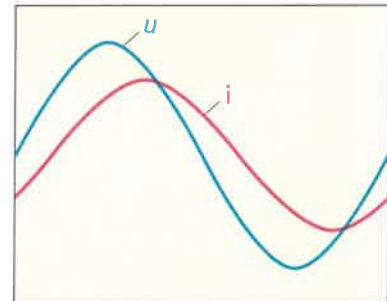

Bild 2: Phasenverschiebung von Spannung und Strom
11. Was meint der Elektronik-Fachmann, wenn er sagt, dass Spannung und Strom phasenverschoben (**Bild 2**) sind?